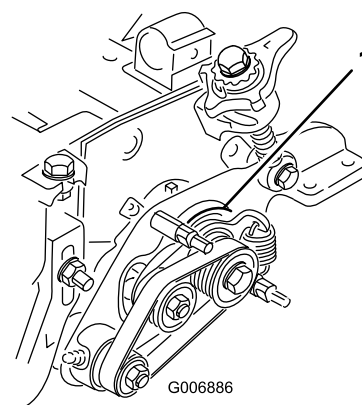

Figura 49
6. Certifique-se de que o principal casquilho de transmissão (Figura 49) roda livremente em torno do eixo da transmissão.